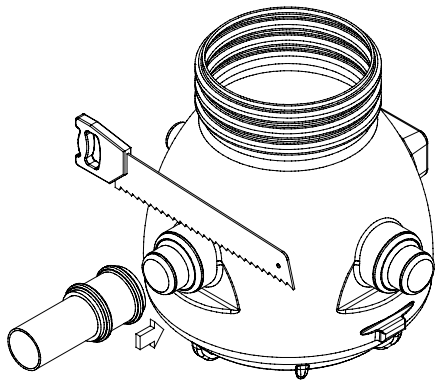

Fig. 3
- Opening of the inlet ports, see Fig. 3
- Öffnen der Sammelbehälterzuläufe, Siehe Fig. 3
- Ouverture des orifices d'arrivée, voir Fig. 3